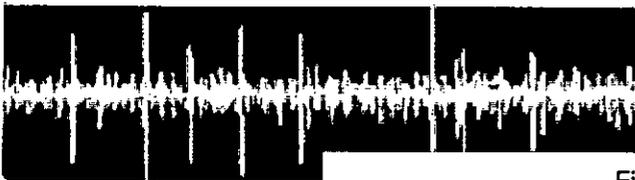

Figura 71
13. Confirme las áreas anatómicas (Ver Figura 71)